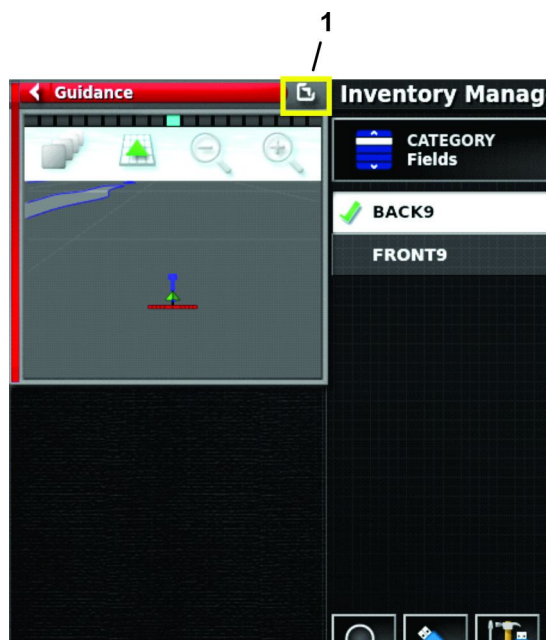

Bild 71
5. Tippen Sie auf das Symbol VOLLBILDSCHIRM WIEDERHERSTELLEN (Bild 71).